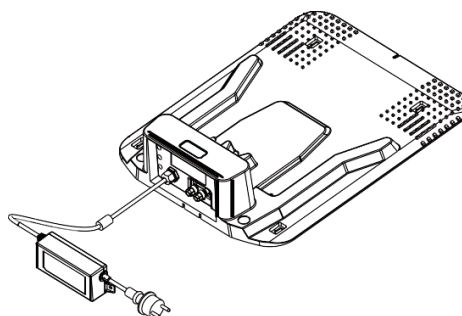

Fig. 6: adaptador de carga
4. Conecte el adaptador a una toma de corriente (ver Fig. 6 a la derecha).